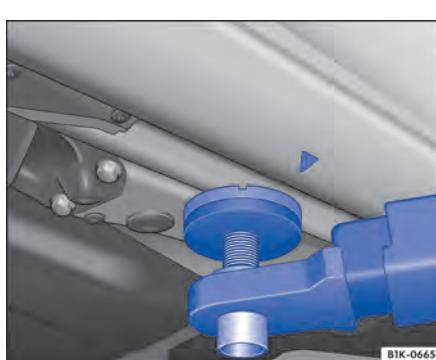

Fig. 149 Pontos de apoio traseiros para suspensão com plataforma elevatória ou com macaco.
O veículo deve ser suspenso somente pelos pontos indicados nas figuras \Rightarrow Fig. 148 e \Rightarrow Fig. 149. Se o veículo não for suspenso pelos pontos indicados, poderão ocorrer danos no veículo \Rightarrow ① e ferimentos graves \Rightarrow .
① NOTA (continuação)
① NOTA
- Suspender o veículo somente pelos pontos indicados nas figuras ⇒ Fig. 148 e ⇒ Fig. 149. Se o veículo não for suspenso pelos pontos indicados, o veículo poderá cair da plataforma elevatória quando, por exemplo, o motor ou a suspensão for desmontado.